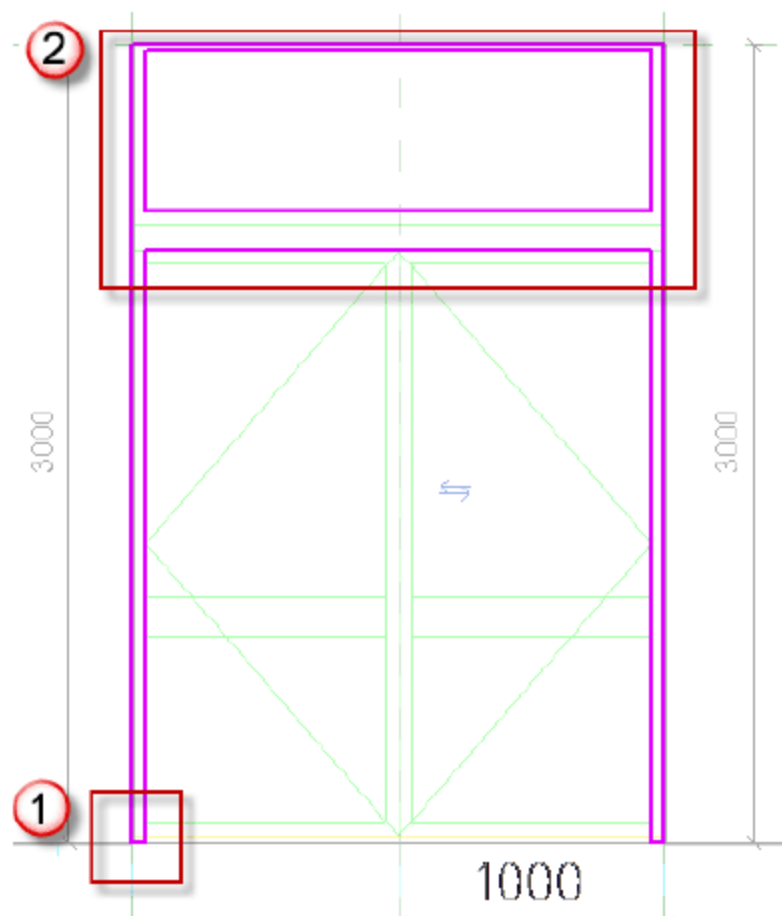

图 6.1.53 绘制门框
(9) 绘制门框。选择“创建”→“拉伸”命令，进入“修改 | 编辑拉伸”界面，用菜单中的绘制工具将门框绘制完成，单击√按钮，完成绘制，如图 6.1.53 所示。
**注意：**图 6.1.53 所示①号区域为门框下沿必须闭合，②号区域为双开门 M2030 上方开窗，此处将窗洞一并做出。